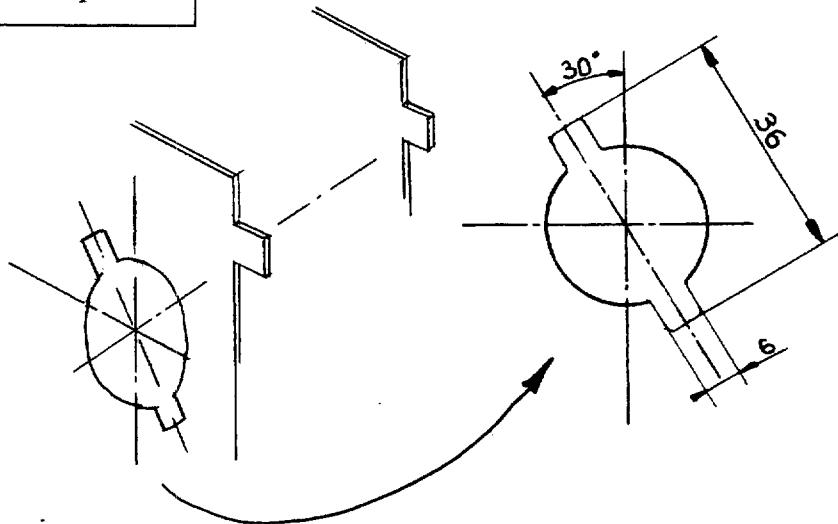

Figure 2
6. 1. Réaliser l'empreinte suivant les dimensions données sur le document 2 Figure 2.